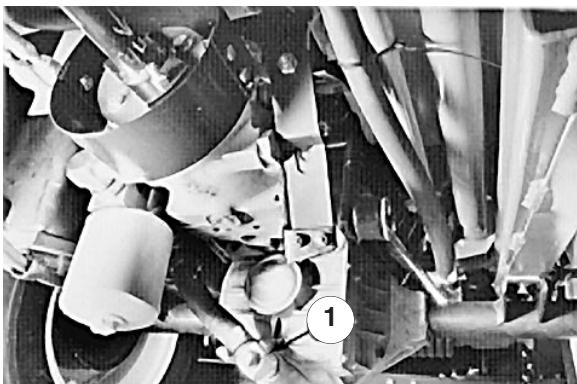
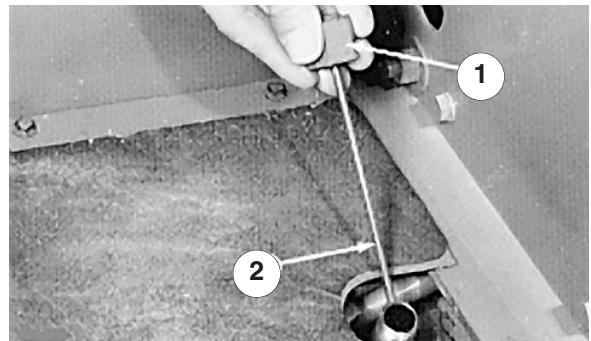

Bild 49
Bild 50
4. Nehmen Sie die Verschluss schraube an dem Teil zwischen Achs gehäuse und Öl filter ab und lassen Sie das Öl in ein Auffang gefäß ablaufen (Bild 49).
6. Bringen Sie die Verschluss schraube an dem Teil zwischen Achs gehäuse und Öl filter an (Bild 49).
7. Nehmen Sie den Peilstab aus dem Achseinfüllstutzen (Bild 50) und füllen Sie die Achse bis zum angegebenen Stand mit Öl des Typs und der Viskosität, die für die zu erwartenden Umgebungstemperaturen empfohlen werden (siehe obige Tabelle).
9. Lassen Sie die Maschine dann weitere zwei Minuten stehen und ziehen Sie dann den Peilstab heraus, um den Achsölstand zu überprüfen (Bild 50). Wenn zu wenig Öl darin ist, gießen Sie Öl nach, bis der Ölstand die Marke am Peilstab erreicht (Bild 50). Wenn zu viel Öl darin ist, entfernen Sie die Verschluss schraube (Bild 49)